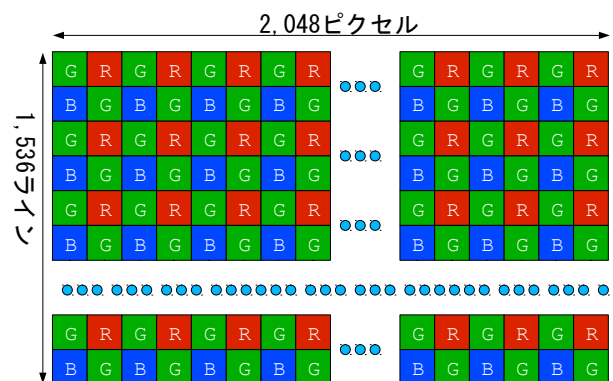

図 3. MT9T031 の画素の配置
MT9T031 の画素は Bayer カラー・パターンとなっている。赤 (R)、青 (B)、緑 (G) のいずれかの 1 色ずつの撮像素子の配列は Bayer カラー・パターンと呼ばれている。画素の配列の様子を図 3 に示す。図 3 に示すように、最初のラインの最初の画素は G である。その次は R となる。その後、G, R, G, R... と続く。最初のラインには B は存在しない。次のラインは B から始まり、その次は G となる。その後、B, G, B, G... と続く。2 番目のラインには R は存在しない。このように、R や B に対して G が 2 倍多くある。これは、人間の目の感度が緑付近をピークとなっていて、見かけ上の解像度を上げるためである[3]。